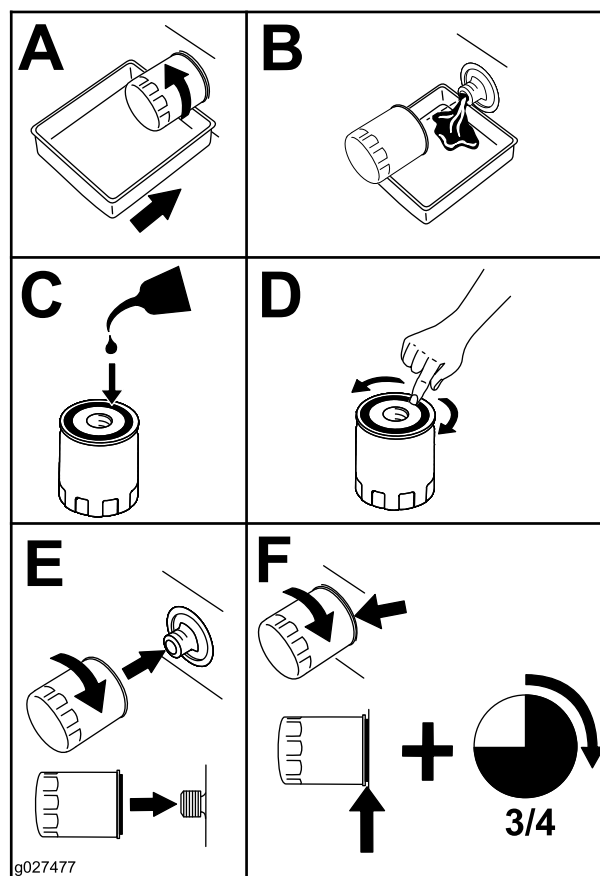

Figura 44
5. Sostituite il filtro dell'olio motore come illustrato in Figura 44.